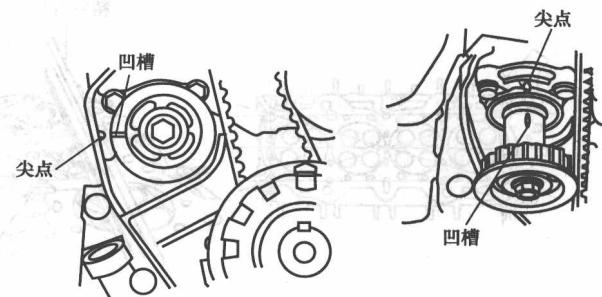

图 1-21 对准平衡轴带轮上的标记
- 18) 将平衡轴带轮上的凹槽与油泵壳体上的标记对齐, 如图 1-21 所示。